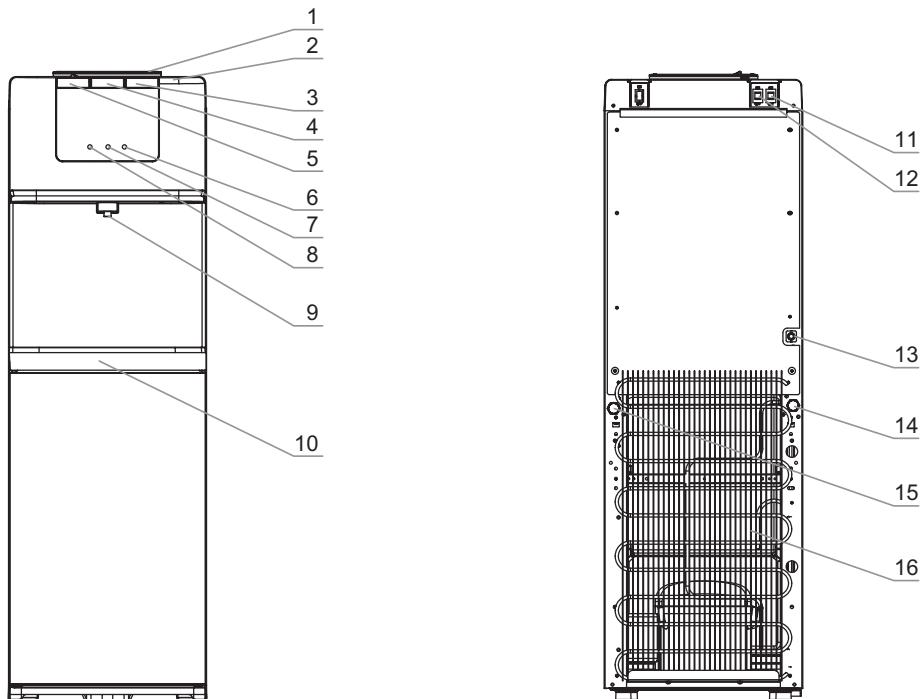

Рис. 1. Схема аппарата V8020
Поставьте чашку или другую емкость для воды на лоток каплесборника (рис. 1–10) под кран подачи воды.
Чтобы налить горячую воду нажмите и удерживайте клавишу подачи горячей воды (рис. 1–5), сдвинув влево замок. Чтобы налить воду комнатной температуры или холодную воду, нажмите и удерживайте клавиши подачи воды комнатной температуры (рис. 1–4) или холодной воды (рис. 1–3). В силу технических особенностей кранов допустимо подкашивание воды в объеме 5–10 мл, после каждого использования аппарата, капли стекают в лоток каплесборника (рис. 1–10).
Выключатели нагрева (рис. 1–11) и охлаждения (рис. 1–12)
Индикатор нагрева воды (рис. 1–7) горит, когда аппарат нагревает воду.
Индикатор охлаждения воды (рис. 1–6) горит, когда аппарат охлаждает воду.
Перед первым использованием рекомендуется слить по 500 мл воды через каждый кран. Если кабель электропитания (рис. 1–13) и выключатель нагрева (рис. 1–11) были
Когда Вы убедились, что вода из крана подачи воды идет непрерывной струей, установите выключатели нагрева и охлаждения (рис. 1–11, 1–12) в положение I.
1. Сразу установите выключатели нагрева и охлаждения (рис. 1–11, 1–12) в положение O.
4. Убедившись, что вода из крана подачи воды идет непрерывной струей, установите выключатели нагрева и охлаждения (рис. 1–11, 1–12) в положение I.
Отключение и включение нагрева и охлаждения при замене бутыли осуществляется исключительно с помощью выключателей нагрева и охлаждения (рис. 1–11, 1–12), а не кабелем электропитания. После кратковременного отключения аппарата от сети электропитания повторное включение допускается через 2–3 минуты.
3. Снимите съёмные детали с аппарата (рис. 1–1, 1–10) и тщательно промойте их с небольшим количеством моющего раствора, предназначенного для мытья посуды.
4. Остатки воды в системе необходимо слить через сливные отверстия (рис. 1–14, 1–15), расположенные на задней стенке аппарата, после чего закрыть отверстия.
6. Промойте аппарат чистой водой: необходимо залить в систему около 4 литров чистой воды, затем слить через кран подачи воды (рис. 1–9) и отверстия для слива (рис. 1–14, 1–15). При необходимости повторите процедуру.
5. Остатки воды в системе необходимо слить через сливные отверстия (рис. 1–14, 1–15), расположенные на задней стенке аппарата, после чего закрыть отверстия.